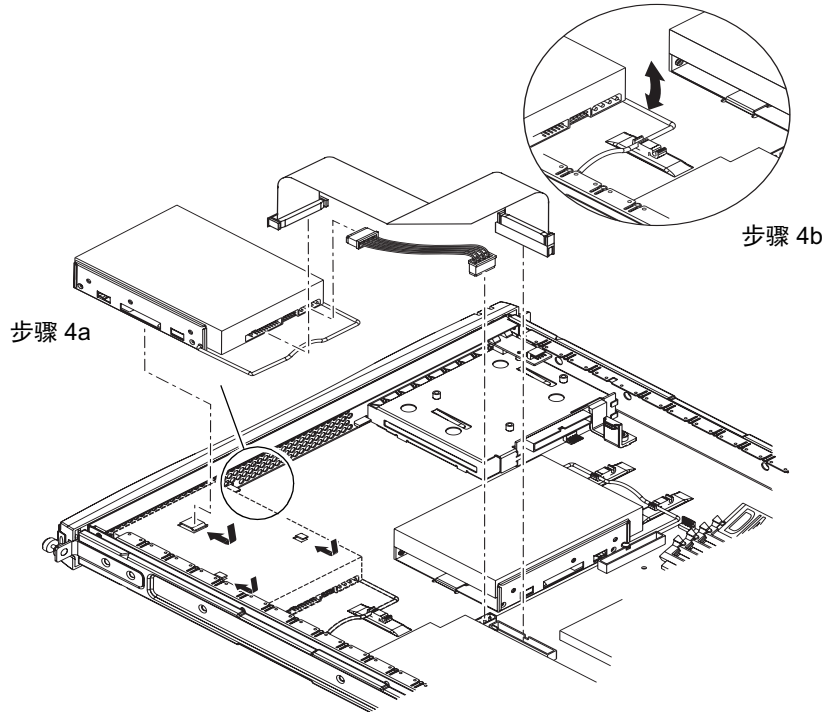

图 8-8 安装硬盘驱动器
4. 插入新硬盘并使其排列整齐（请参见图 8-8）。
5. 连接电源和数据电缆（请参见图 8-8）。